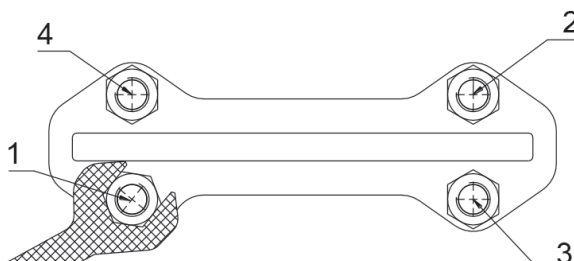

Fig. 7
- d. Lift off the cylinder (18).
- e. Demount the beam (7) and tie rods (5) from the valve.
4. Loosen the nuts (8c) on the pack box (8).
5. Lift off the pack box (8) from the stud bolts (8a).
6. Remove the box packing braids (9) and the box bottom scraper (9a).
8. Push down the box bottom scraper (9a) into the bottom of the pack box. Install the first braid (9) on one of the long sides of the gate (6). Use a blunt tool in plastic or wood and a hammer to push the braid into the box. Make sure that the braid ends meet properly. It is important to push the first braid evenly into the bottom of the box. The joint of the second and third braid must be placed on the opposite long side of the joint of the previous braid, not on top of each other.
9. Place the pack box (8) on the stud bolts (8a).
11. Put pressure on the pack box (8) by tightening the nuts (8c) gradually and crosswise, see Fig. 7. The box packing must be equally compressed all around. Recommended torque for pack box nuts, see chapter D.
12. The pack box (8) must put a uniform pressure on the box packing (9). The pack box (8) must also be in line with the gate (6) with the same distance between the pack box and the gate all around. Check that there is no metal contact between the pack box (8) and the gate (6).
- d. Lyft av cylindern (18).
- e. Demontera balk (7) och dragstänger (5).
4. Lossa muttrarna (8c) på packboxen (8).
5. Lyft bort packboxen (8) från pinnbultarna (8a).
6. Ta bort boxpackningsflätorna (9) och boxbottenavskraparen (9a).
8. Tryck ned boxbottenavskraparen (9a) i botten av packboxen. Montera den första flätan (9) på spjällbladets ena långsida (6). Använd ett trubbigt verktyg av plast eller trä och en hammare för att trycka in flätan i boxen. Se till att flätans ändar möts ordentligt. Det är viktigt att den första flätan trycks ned jämnt i botten av boxen. Skarvarna i andra och tredje flätan måste hamna på motsatta sidan av föregående skarv, inte ovanför varandra.
9. Placera packboxen (8) på pinnbultarna (8a).
11. Pressa ned packboxen (8) genom att dra åt muttrarna (8c) gradvis och korsvis, se fig. 7. Boxpackningen måste vara jämnt komprimerad hela vägen runt. Rekommenderat vridmoment för packboxens muttrar redovisas i avsnitt D.
12. Packboxen (8) måste sätta ett likformigt tryck på boxpackningen (9). Packboxen (8) måste också vara i linje med spjällbladet (6) och avståndet mellan packboxen och spjällbladet ska vara lika hela vägen runt. Kontrollera att det inte finns någon kontakt mellan packboxens (8) metall och spjällbladets (6) metall.